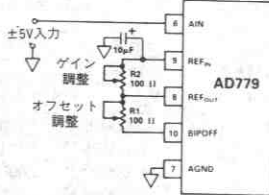
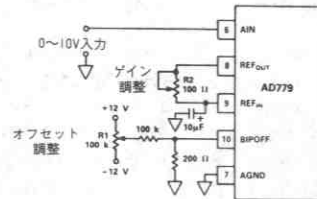

図5.ゲイン・トリムとオフセット・トリムのバイポーラ入力接続
図6.ゲイン・トリムとオフセット・トリムのユニポーラ入力接続
1. ゼロ調整可能。図5と図6を参照ください。
バイポーラ・モード用の接続を図5に示します。このモードでは、データの出力コーディングは2の補数のバイナリです。この回路で約 \pm 25mVのオフセット調整レンジ(\pm 40LSB)と \pm 0.5%のゲイン調整レンジ(\pm 80LSB)を可能とします。
オフセットとゲインの誤差は図6のような回路構成で調整できます。この回路で約 \pm 25mV(\pm 40LSB)のオフセット調整レンジ